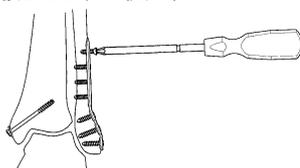

図30
- 1) 3.5コーティカルスクリュー／4.0キャンセララススクリュー／4.0キャニキュレテッドキャンセララススクリューを六角2.5ドライバーにて抜去し、プレートを抜去します。(図30)